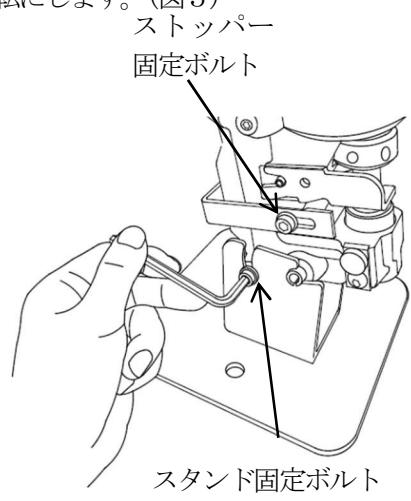
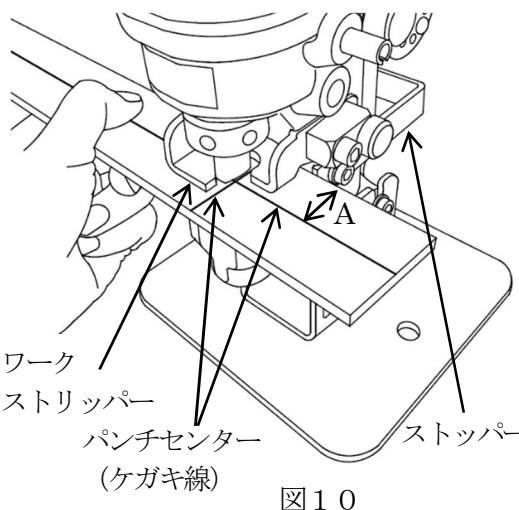

図6
図10
変更はスタンド固定ボルトをゆるめて行います。（図6）
8. 材料の穴あけ位置（前後方向A寸法）にパンチ先端が合う様ストップバーを、固定ボルト（両サイド）をゆるめて調整します。（図6、図10）
これで材料の穴あけ位置とパンチの先端が合っていることになります。（図10）